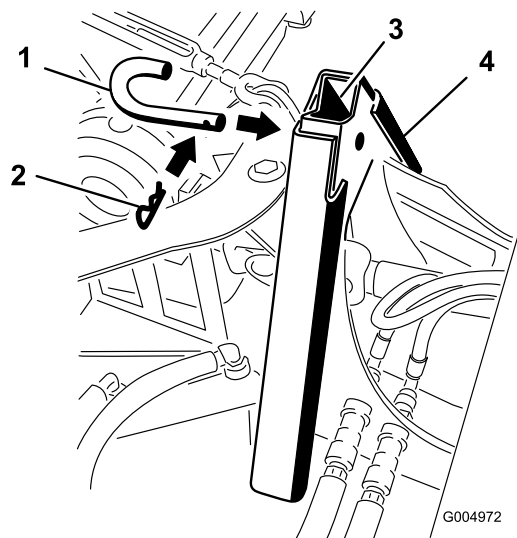

Figura 71
3. Unite gli adattatori e fissateli con il perno dell'attrezzo e la coppiglia, come illustrato in Figura 71.